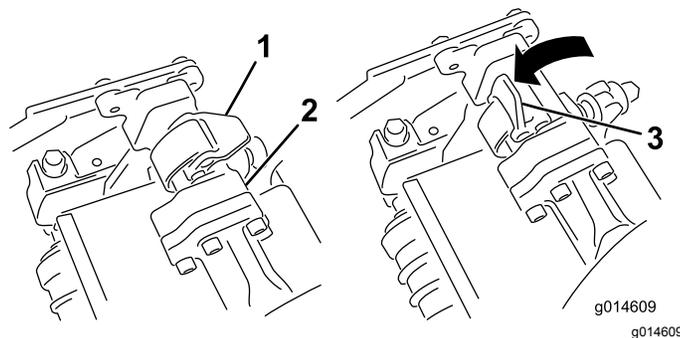
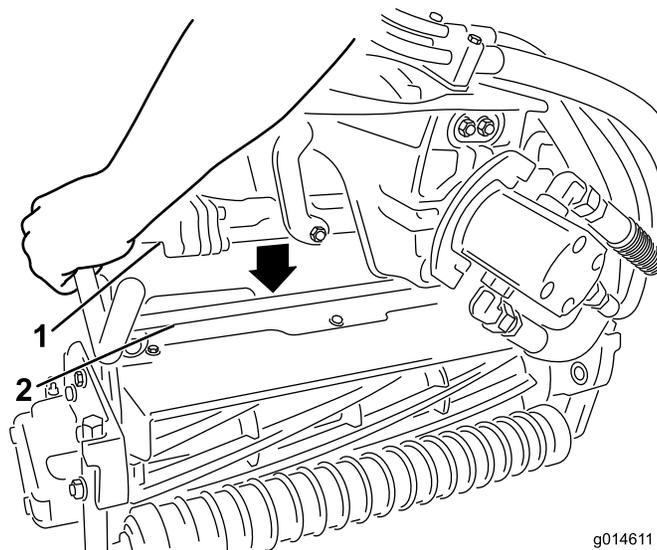

Рисунок 45
Рисунок 46
3. Когда защелки на штанге рычага подвески направлены вверх (т.е. открыты) (Рисунок 45), нажмите на рычаг подвески так, чтобы штанга села на поперечный стержень наверху режущего блока (Рисунок 46).
4. Опустите защелки и поверните вокруг стержня режущего блока и заблокируйте их (Рисунок 45).
- Откройте защелки на штанге рычага подвески режущего блока, который необходимо снять (Рисунок 45).